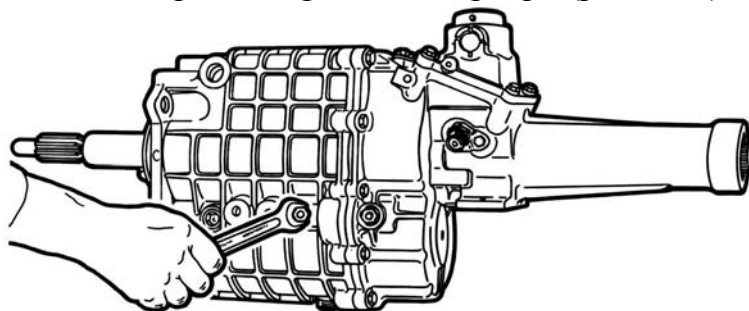

Рис. 4.14. Отворачивание болта крепления оси промежуточной шестерни заднего хода на переднем картере
- отвернуть болт крепления оси промежуточной шестерни заднего хода, расположенной с левой стороны переднего картера (рис.4.14);